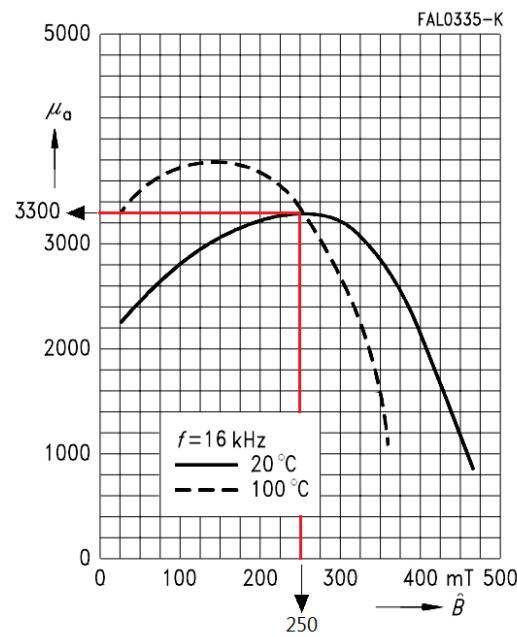

Figura 2.7: Circuito de Entrada
- La tensión inversa de pico repetitivo que deben soportar. La tensión inversa que existe en los bornes de cada diodo depende de la tensión del secundario. Como se observa en la figura 2.7, la tensión inversa que debe soportar cada diodo es el doble de la tensión pico del ánodo. Por esto: $V_{pk} = 50V$.